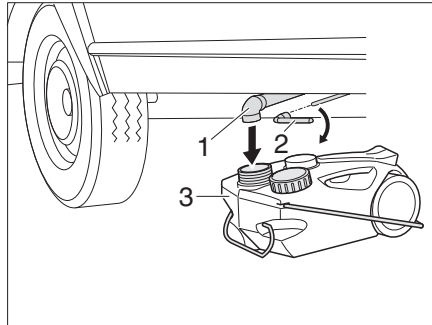

Fig. 140 Réservoir d'eaux usées sous plancher
- Mettre le réservoir d'eaux usées mobile (Fig. 140,3) sous la tuyauterie d'évacuation (Fig. 140,1).
- Insérer la clé à pipe (Fig. 140,2) dans la vis à quatre pans.